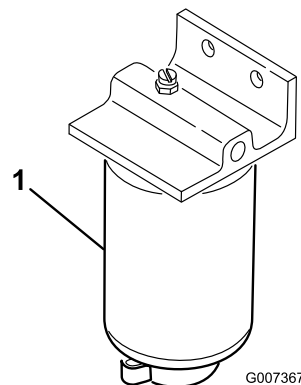

Figura 64
1. Coloque um recipiente limpo debaixo do recipiente do filtro de combustível (Figura 64).